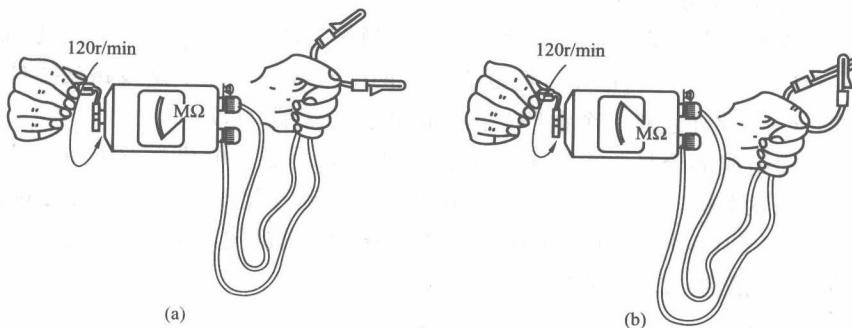

图 1-3 兆欧表使用前的开路试验和短路试验
(1) 选择种类。兆欧表种类很多，有 500V、1000V 和 2500V 等。在选用时，要根据被测设备的电压等级选择合适的兆欧表。一般额定电压在 500V 以下的设备，选用 500V 或 1000V 的兆欧表；额定电压在 500V 以上的设备，选用 1000V 或 2500V 的兆欧表。
(2) 选择导线。兆欧表测量用的导线应采用单根绝缘导线，不能采用双绞线。
(3) 平稳放置。兆欧表应放置在平稳的地方，以免在摇动手柄时，因表身抖动和倾斜产生测量误差。
(4) 开路试验。兆欧表使用前，应先对兆欧表进行开路试验。开路试验是先将兆欧表的两接线端分开，再摇动手柄。正常时，兆欧表指针应指“ $\infty$ ”，如图 1-3 (a) 所示。
(5) 短路试验。开路试验后，再进行短路试验。短路试验是先将兆欧表的两接线端接触，再摇动手柄。正常时，兆欧表指针应指“0”，如图 1-3 (b) 所示。